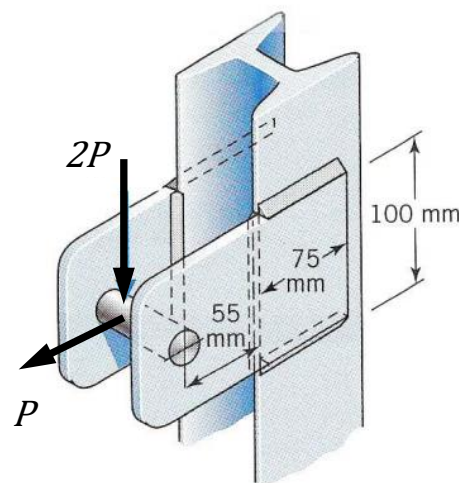

Figura 1.8
1.2.7 A Figura 1.8 representa duas barras soldadas num perfil IPN vertical. O material é um aço de construção DIN St-42. O cordão contínuo tem uma espessura de 4 mm. Determine segundo o Eurocódigo 3 o valor máximo da carga estática P que pode ser aplicada.